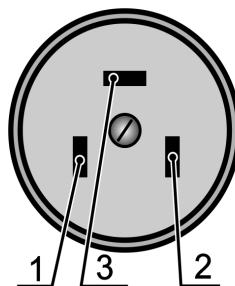

Рис. 19
- Для плит 5112 (0112, 0137), 6112-02 (0112, 0137) подключение должно быть выполнено по схеме (рис. 19):